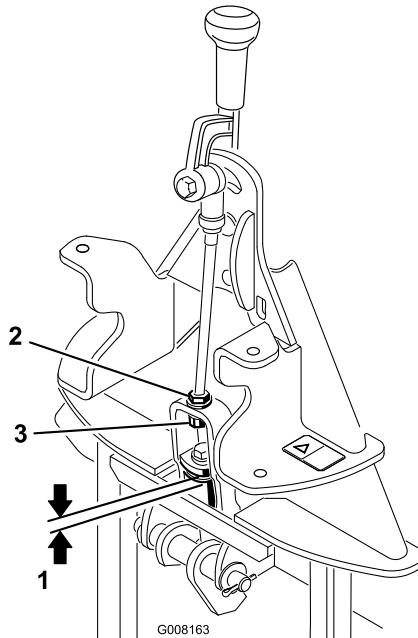

Рисунок 5
- Измерьте зазор между верхней шайбой и проставкой в узле тяги на переходнике навесного оборудования, как показано на Рисунок 5.